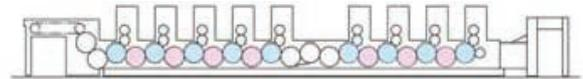

図3 概観図
- 反転式両面兼用印刷機とは、用紙の裏側にワンパスで印刷できる様、印刷面を自動的に裏返す機構を備えた方式の印刷機械を言う。専用の反転機構を具備する。図3に9/0・4/5の事例を示す。この印刷機では、片面9色・両面4/5色の兼用印刷が可能である。厚紙化も進行中であるが、「用紙のコスレ・傷対策は不可欠な要素」であり、各社より対策が示されている。